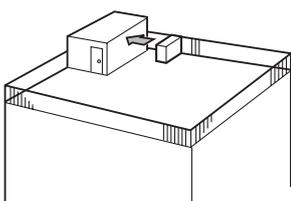

Fig. 2-4
- ① Τοποθετήστε τη μονάδα ώστε το στόμιο εξαγωγής του αέρα να είναι στραμμένο προς τον πλησιέστερο διαθέσιμο τοίχο και να απέχει περίπου 500 mm. (Fig. 2-4)